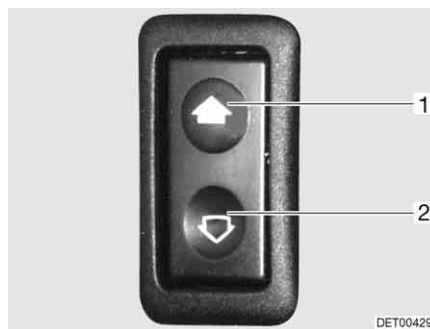

Fig. 32 Interruttore per alzacristalli elettrici
- Apertura:* ■ Premere l'interruttore in basso (Fig. 32,2).
- Chiusura:* ■ Premere l'interruttore in alto (Fig. 32,1).